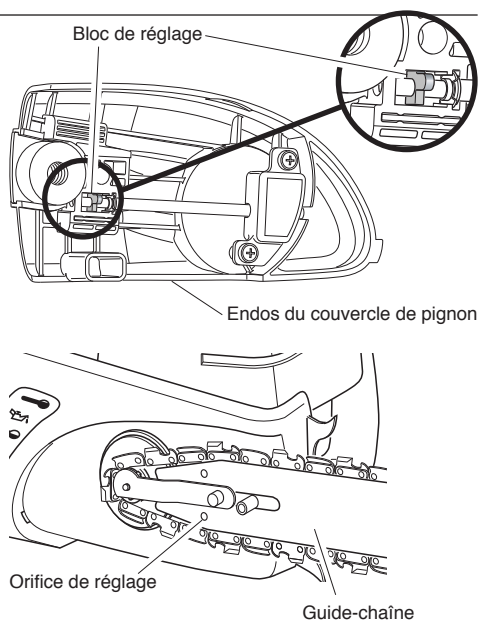

Figure 17 - Emplacement du bloc de réglage et de l'orifice de réglage
2. Faire pivoter l'avant du couvercle de pignon en direction du guide-chaîne jusqu'à ce que le bloc de réglage vienne en contact avec le guide (voir la Figure 17).